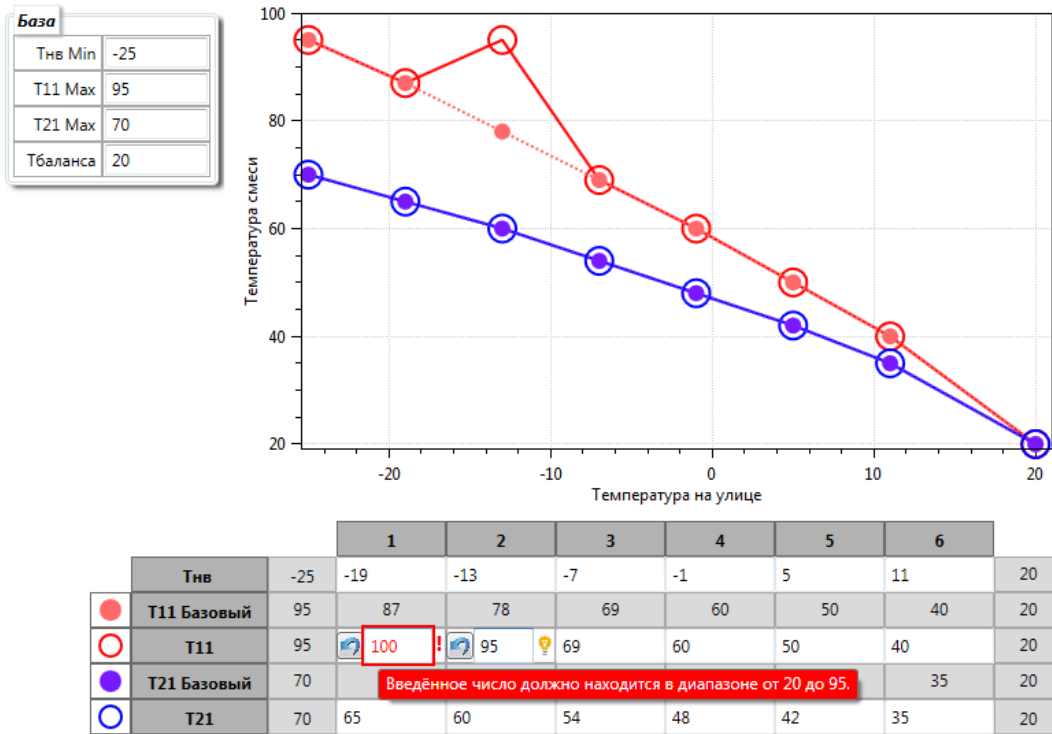
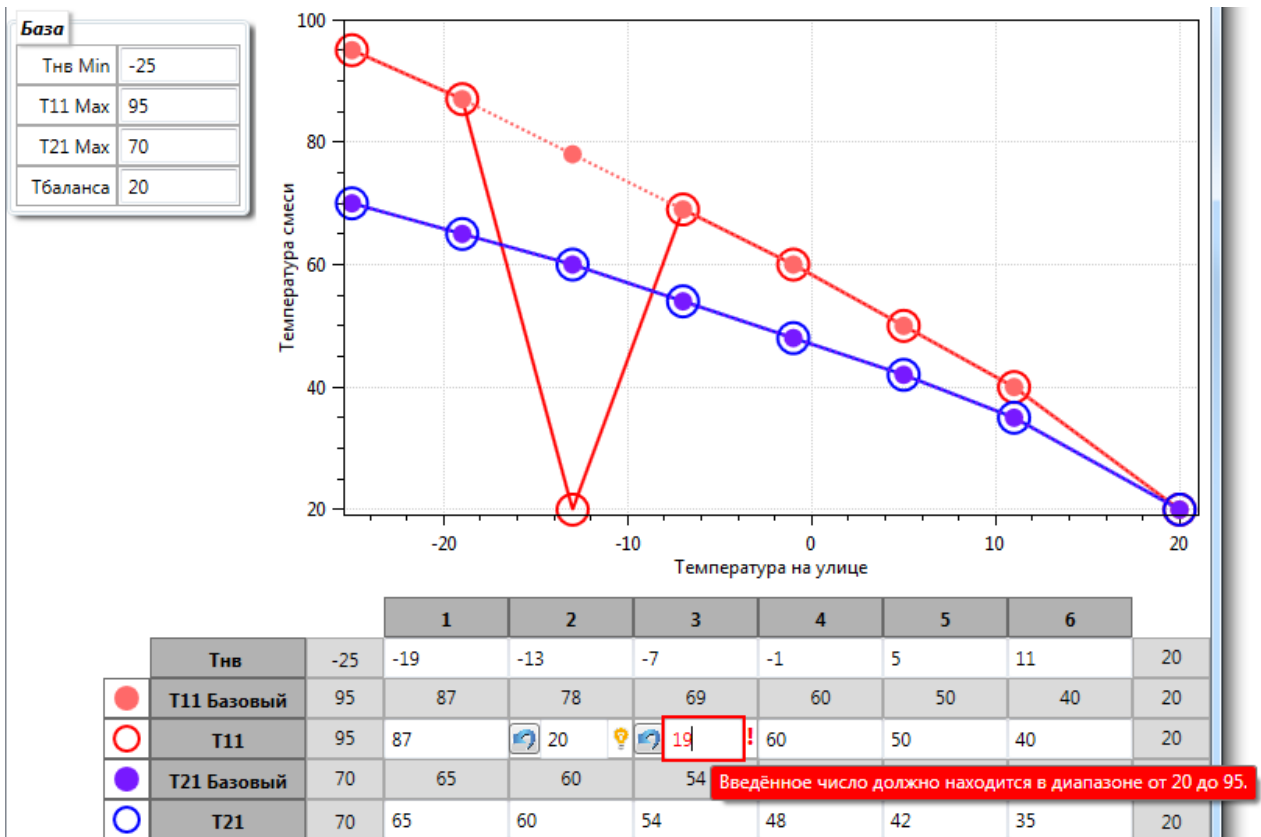

Рисунок 46 – контроль верхней границы для T11
Рисунок 47 – контроль нижней границы для T11
- $T11Max \leq T11 \leq Tбаланса$ (Рисунок 46 и Рисунок 47);